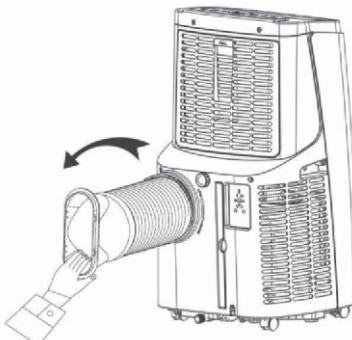

Bild 1
Installera värmeslangen (enligt bild 1)
2. sätt in värmeslangen (änden på utblåsslängen) på panelens baksida utloppsöppning (tryck till vänster) och montera klart (som visas i bild 1).